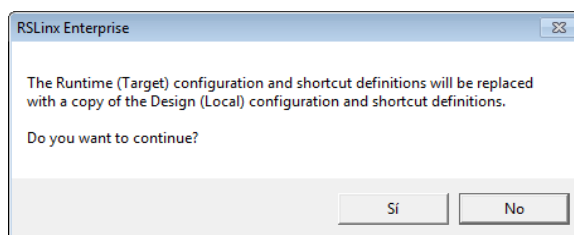

Figura 15: Ventana RSLinx Enterprise para la copia de la ruta del Runtime
13. En la siguiente ventana que se muestra en la Figura 15: